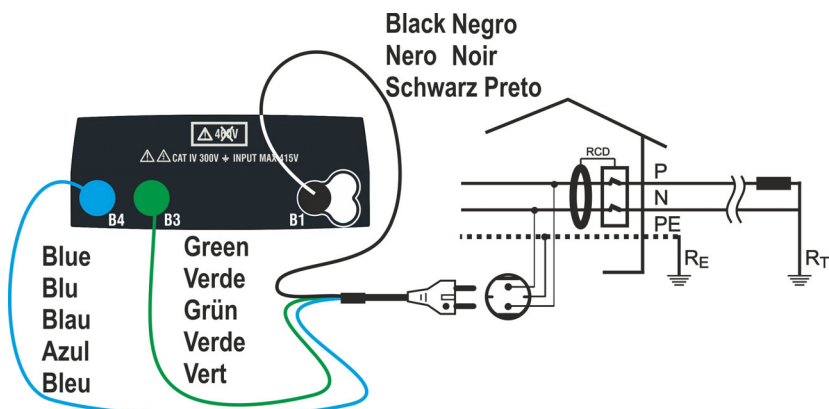
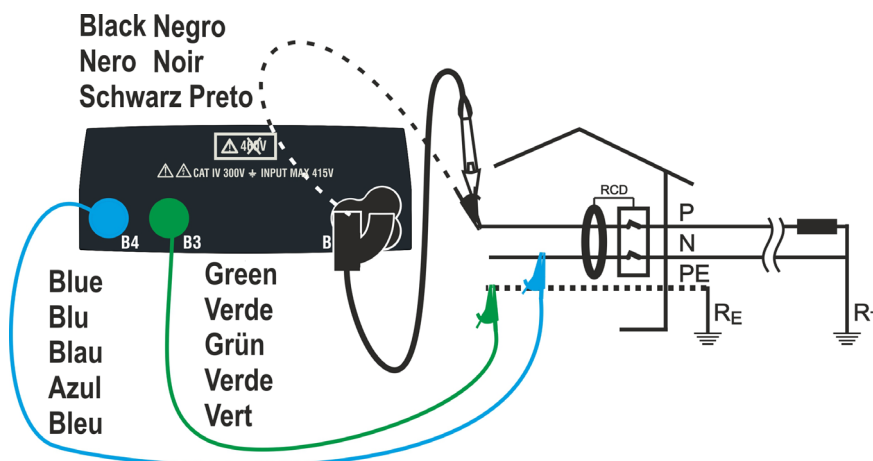

Fig. 4: Collegamento in sistema monofase tramite spina shuko
Fig. 5: Collegamento in sistema monofase con cavi singoli e puntale remoto
3. Inserire i connettori verde, blu e nero del cavo shuko a tre terminali nei corrispondenti terminali di ingresso dello strumento B1, B3 e B4. In alternativa utilizzare i cavi singoli ed inserire all'estremità dei cavi rimasta libera i corrispondenti coccodrilli. Eventualmente utilizzare il puntale remoto inserendone il connettore multipolare nel terminale di ingresso B1. Connettere la spina shuko, i coccodrilli od il puntale remoto alla rete elettrica in accordo alle Fig. 4 o Fig. 5